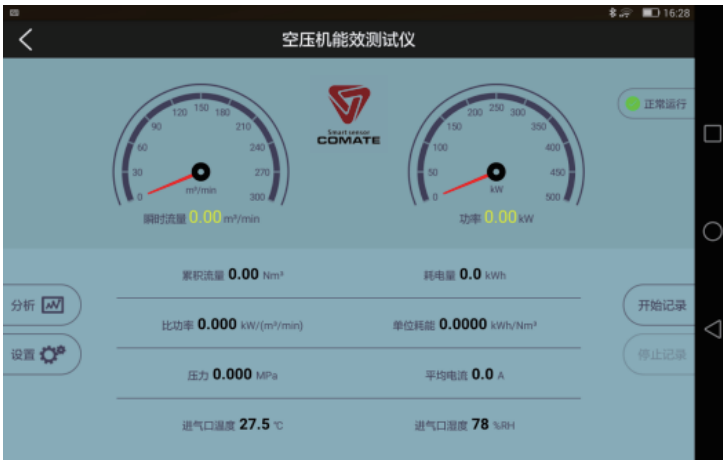

图4.1
4.1.3 用户APP软件图标为本公司的logo。启动软件之前确保蓝牙处于打开状态，并且手机距离设备不超过5m。启动软件后搜索周围的蓝牙设备选择“TC3-序列号”，铭牌上显示当前流量计的序列号，选择对应的设备连接。连接成功后显示界面如下图4.1所示：
连接上设备后进入的界面显示如下图4.1：